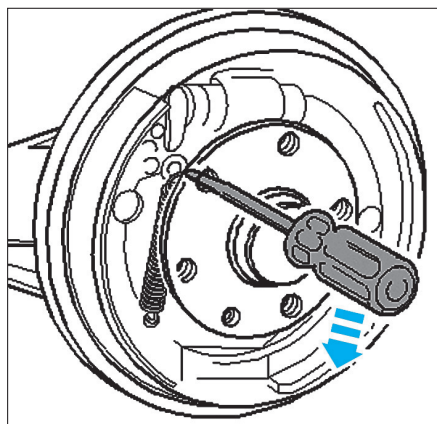

FIG. 5
- Repousser la clavette vers le haut à l'aide d'un tournevis passé à travers l'un des alésages des boulons de roue dans le tambour de frein (Fig.5).